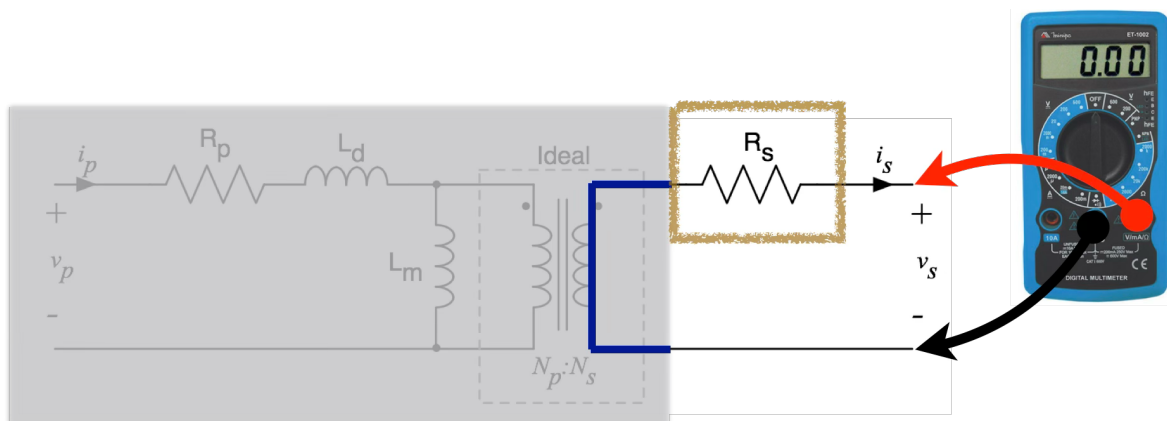

Figura 30 – Medição da resistência série do secundário.
- R_s – Resistência dos condutores do secundário será medida com um multímetro na escala de resistência, diretamente no secundário (Figura 30);